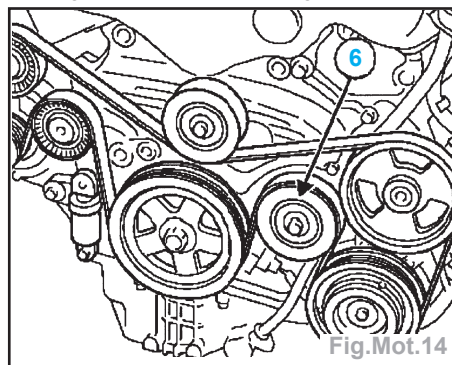

Fig.Mot.14
- le galet enrouleur (6) (Fig.Mot.14).